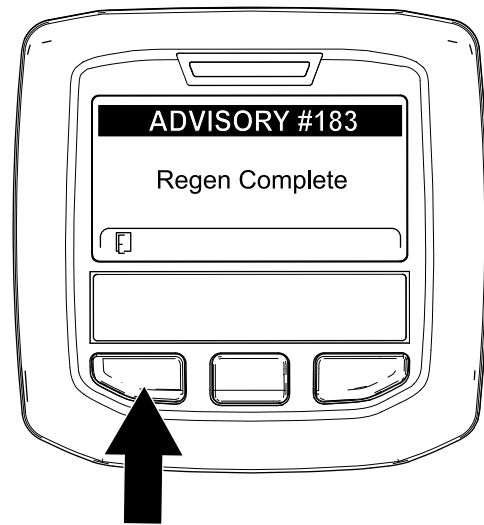

Figura 60
9. Quando o computador do motor conclui uma regeneração em estacionamento ou de recuperação, o InfoCenter apresenta o AVISO N.º 183 (Figura 60). Prima o botão esquerdo para sair para o ecrã inicial.
Nota: Se a regeneração não for concluída, o InfoCenter apresenta o Aviso n.º 184 (Figura 60). Prima o botão esquerdo para sair para o ecrã inicial.